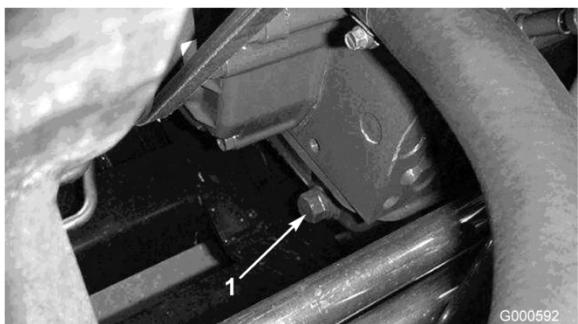

Figura 34
1. Togliete il tappo di spurgo posteriore (Figura 34) e lasciate defluire l'olio in una bacinella. Quando l'olio cessa di defluire, rimontate il tappo.